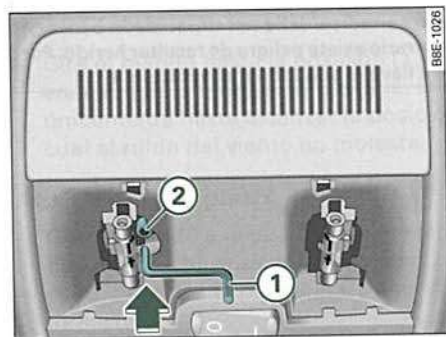

Fig. 61 Detalle del revestimiento del techo: Manivela para accionamiento de emergencia
- Introduzca la manivela ① en el orificio hexagonal ② hasta llegar al tope ⇒ fig. 61.